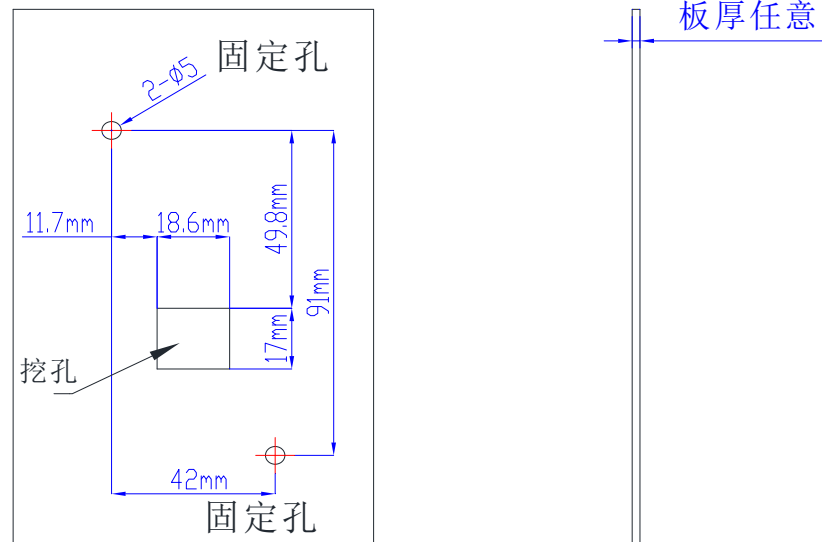

图 2-9 操作器外引面板柜门打孔尺寸示意图
- 1) 单独使用手操器做外引面板安装，柜门打孔固定，柜门打孔尺寸示意如下图 2-9:
- 2) 嵌入式套件固定，柜门开口尺寸示意如下图 2-9: